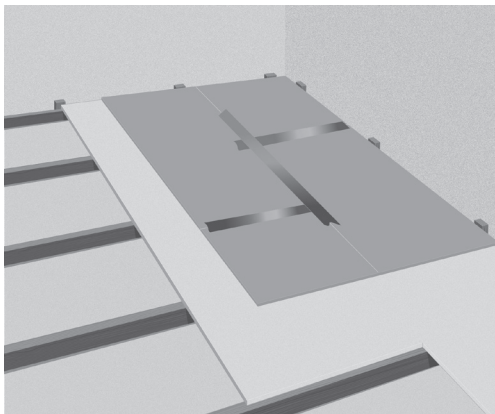

Fig. 4. Underleggsinstallasjon
6. Installer underlagstavlene, f.eks. Heatcom reflektorplater (Fig. 4). Hele undergulvet bør være dekket. Underleggsplatene bør installeres i et tesseleringsmønster, og skjøtene mellom platene bør teipes for å sikre sin posisjon.